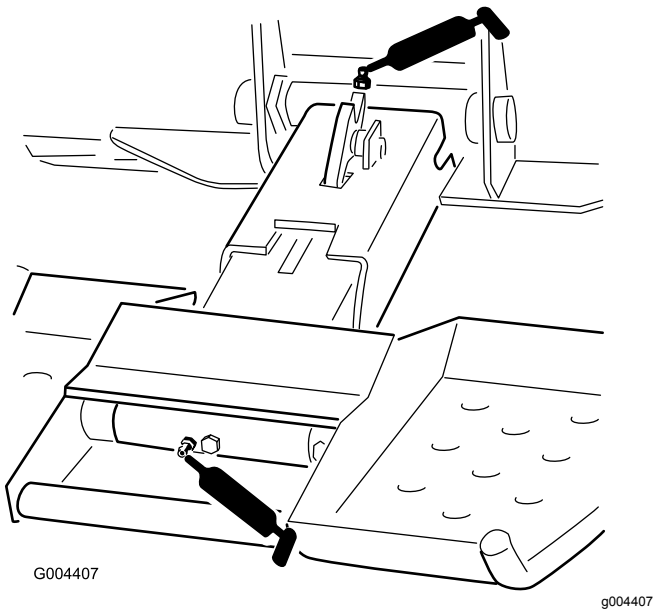

Bild 12
4. Bringen Sie eine Fettpresse an jedem Nippel an (Bild 12).